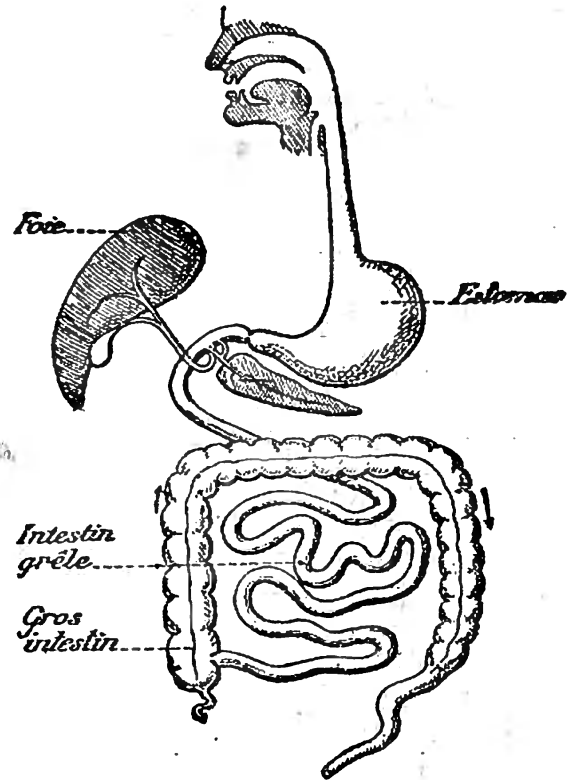

Fig. 3. — Le trajet que suivent les aliments dans notre corps.
**4. Le trajet que suivent nos aliments.** — De même, une sorte de tuyau part de notre arrière-bouche et aboutit à notre *estomac* (fig. 3), qui est situé en haut du ventre, à gauche.